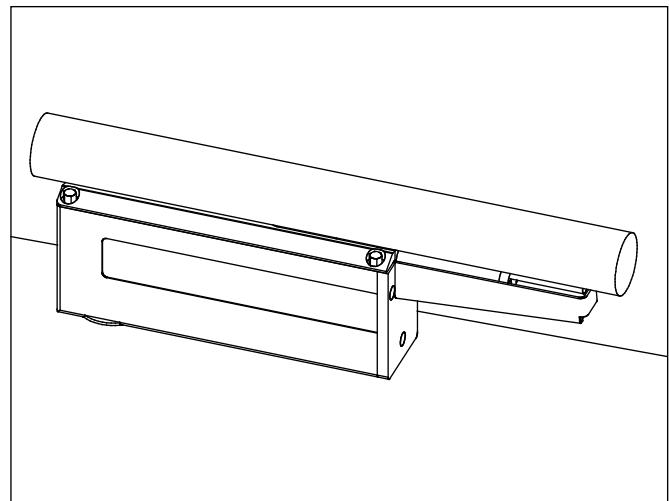

Fig. 9
- Pour mesurer des objets cylindriques longs avec des diamètres à partir de 30 mm, la MarSurf GD 25 / GD 25 plus peut être mise à l'envers pour que l'embase prismatique puisse recevoir les pièces (*v. fig. 9*). Il faut éventuellement enlever le pied d'appui arrière central.